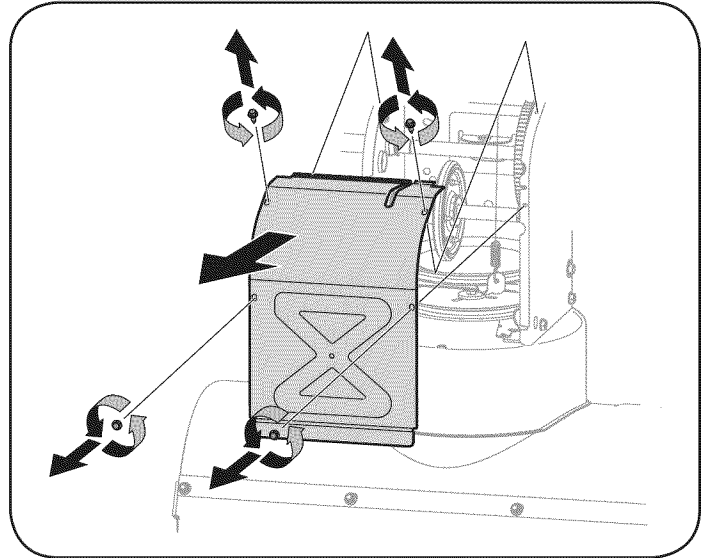

Figura 28
5. Saque la cubierta del marco desde debajo de la máquina quitanieve retirando los cuatro tornillos autorroscantes que la aseguran. Vea la Figura 28.
3. Saque la cubierta del marco desde debajo de la máquina quitanieve retirando los cuatro tornillos autorroscantes que la aseguran. Retire la rueda derecha quitando el tornillo y la arandela de campana que la aseguran al eje. Vea la Figura 28.